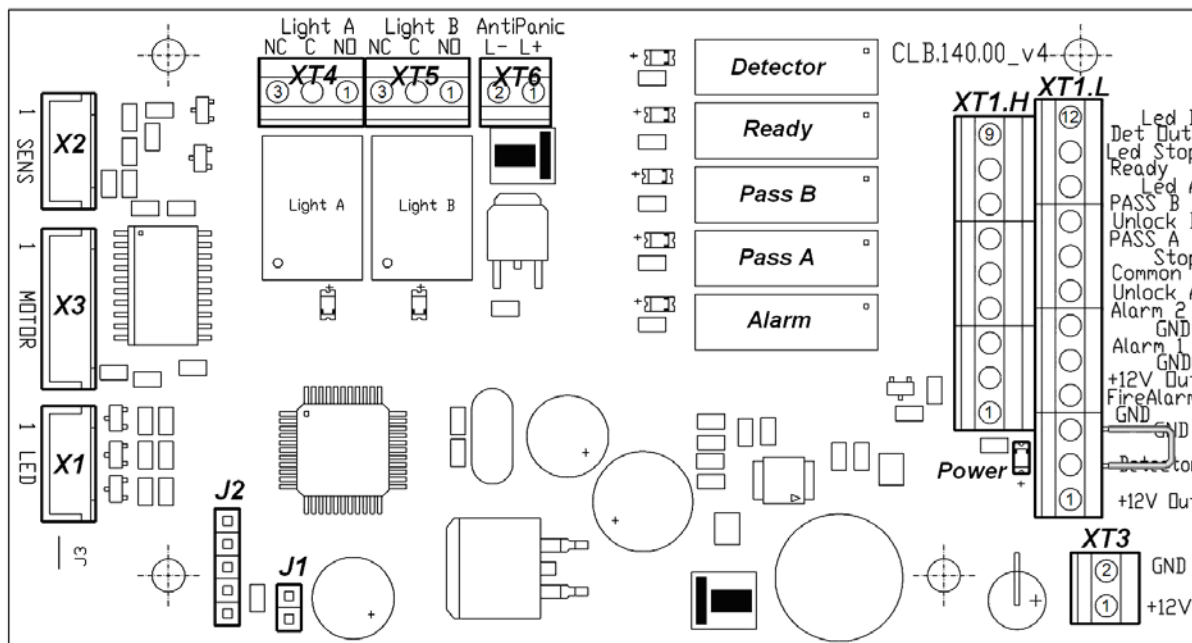

Рисунок 4. Внешний вид платы управления
Общий вид платы управления показан на рис. 4. На плате расположены:
Подключение указанных устройств производится в соответствии со схемой электрических соединений (см. рис. 4 и 12) к выносной клеммной колодке **XS1**, на которую выведены контакты с клеммных колодок **XT1.L** и **XT1.H** платы управления. Подключение осуществляется с помощью кабеля (14).
Факт срабатывания/отпускания реле *PASS A*, *PASS B*, *Ready*, *Detector* и *Alarm* можно определить по загоранию/ гашению красных индикаторов, которые установлены вблизи указанных реле (см. рис. 4).
Режим управления определяется наличием перемычки на разъеме **J1** на плате управления. Расположение разъема показано на рис. 4 и на наклейке, расположенной на внутренней поверхности крышки турникета (2). Перемычка установлена – импульсный режим управления, перемычка снята – потенциальный режим управления. При поставке перемычка установлена.
Подключение ДКЗП производится к контактам, клеммной колодке ***ХТ1.L***, а сирены – к клеммной колодке ***ХТ1.H*** платы управления согласно схеме электрических соединений (см. рис. 4 и 12).
На контакты *Det Out* и *Common* клеммной колодки ***ХТ1.H*** платы управления (см. рис. 4) всегда транслируется сигнал о текущем состоянии ДКЗП.
Подключение устройства *Fire Alarm*, производится в соответствии со схемой электрических соединений (см. рис. 4 и 12) к контактам *Fire Alarm* и *GND* выносной клеммной колодки **XS1**, на которую выведены контакты с колодки **XT1.L** платы управления. Если вход *Fire Alarm* не используется, то необходимо установить перемычку между контактами *Fire Alarm* и *GND*. При поставке данная перемычка установлена. Работа турникета по командам устройства *Fire Alarm* описана в разд. 5.10.
Выносные индикаторы подключаются на клеммные колодки **XT4 (Light A)** и **XT5 (Light B)**. При этом реле *Light A (Light B)* активизировано (на его обмотку подано напряжение), когда горит соответствующая данному направлению прохода зеленая стрелка на блоке индикации, и нормализовано (на его обмотку напряжение не подано), когда соответствующая данному направлению прохода зеленая стрелка на блоке индикации не горит. Факт срабатывания/ отпускания реле *Light A* и *Light B* можно определить по загоранию/ гашению красных индикаторов, которые установлены вблизи указанных реле (см. рис. 4).